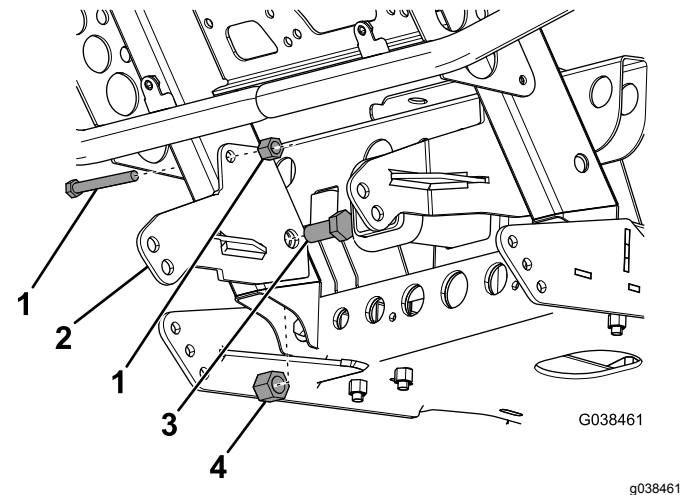

Bild 4
7. Befestigen Sie die kurzen Halterungen mit den zwei vorhandenen Schrauben und Muttern, zwei Sechskantschrauben ($\frac{5}{8}$ " und zwei Sicherungsmuttern ($\frac{5}{8}$ " am Fahrzeugrahmen, wie in **Bild 4** abgebildet.